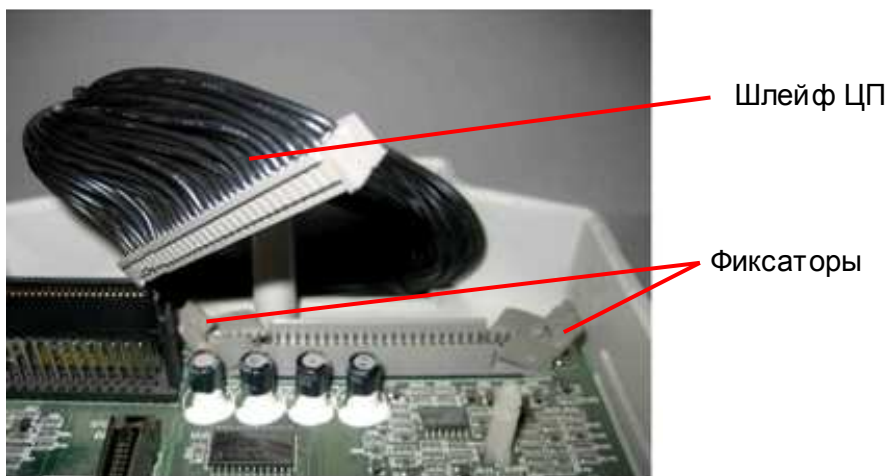

Рис. 6.4
6.4.1. Отжать в стороны фиксаторы разъёма на плате центрального процессора, отсоединить разъем шлейфа ЦП (рис. 6.4).